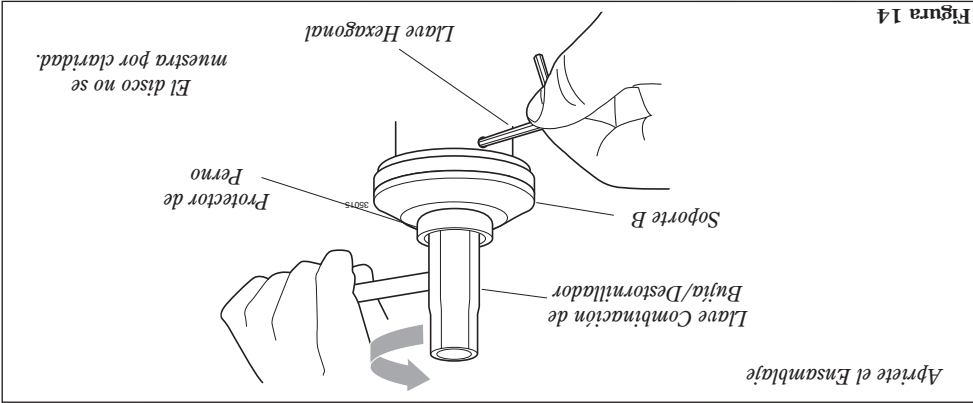

Figura 14
7. Asegure el soporte A a la caja de engranajes insertando el lado más largo de la llave hexagonal a través de ambos agujeros como fue hecho en el procedimiento número 1 y apriete el perno del eje con la llave combinación de bujía/destornillador. Consulte la figura 14.